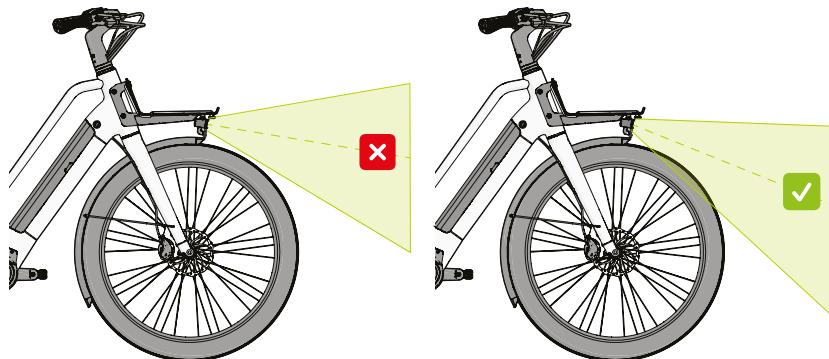

Abbildung 19 - Richtiger Beleuchtungswinkel.
Das Rücklicht ist in einem festen Winkel montiert und braucht nicht von Ihnen eingestellt zu werden. Der Scheinwerfer kann nach oben und unten in den richtigen Winkel geneigt werden. Neigen Sie den Scheinwerfer ❹ so, dass der Lichtstrahl so weit wie möglich nach vorne reicht, aber noch auf den Boden strahlt, damit Sie möglichst viel von der Fahrbahn vor Ihnen sehen, wie in Abbildung 19 gezeigt.